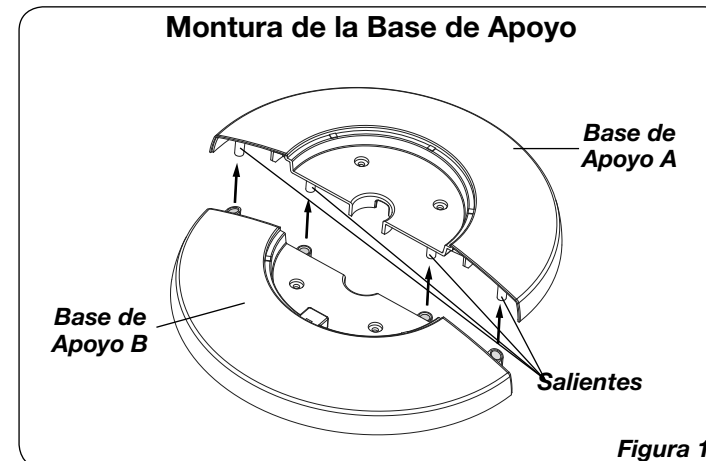

Figura 1
2. Arme las **Bases de Apoyo** interconectando las **Salientes** en la **Base de Apoyo A** dentro de los **Orificios de Salientes** en la **Base de Apoyo B**. Introduzca el **Cable Eléctrico** a través del orificio grande en el centro de la **Montura de la Base de Apoyo**. (*Figura 1*)